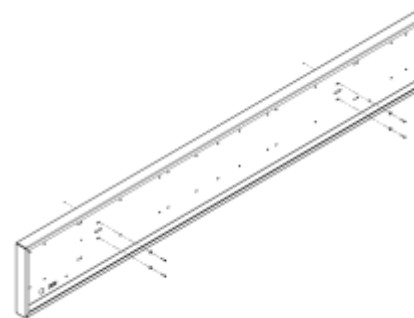

Рис.1
- 4.1 Тип крепления: универсальное (встраиваемый и накладной монтаж) (Рис. 1);
- 6.4 Произвести монтаж светильника как показано на рис. 1(элементы крепежа в комплекте);